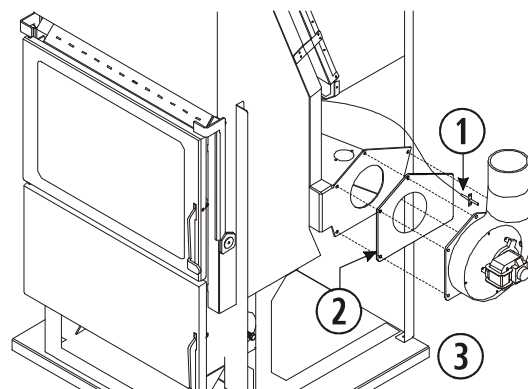

Figura 1
- 4.6. Una vez montado el sensor de salida de gases, montar el extractor y la junta cerámica del extractor de la salida de gases, en su ubicación final como se indica en la *figura 1*.
①	Sensor de la salida de gases (termopar).
②	Junta del extractor de la salida de gases.
③	Extractor de la salida de gases.